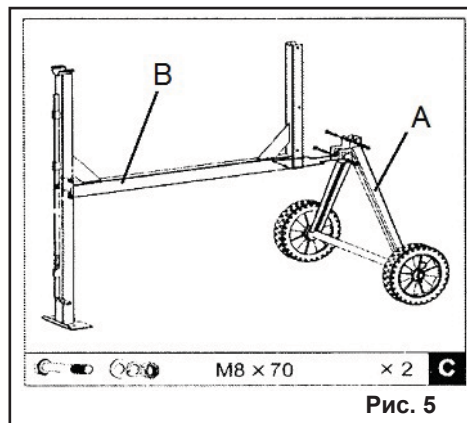

Рис. 5
6.3. Из пакета С достаньте крепеж, соедините при помощи двух болтов 6х70 и, соответственно, шайб и гаек стойку заднюю (А) и раму (В) как на Рис. 5.